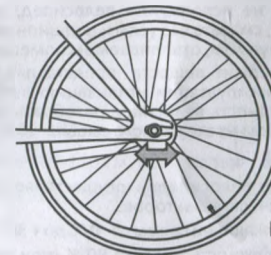

Рис. 2
3. Настройте цепное провисание на необходимую величину. Для этого двигайте колесо по наклонным пазам (дропаутам)(рис.2).